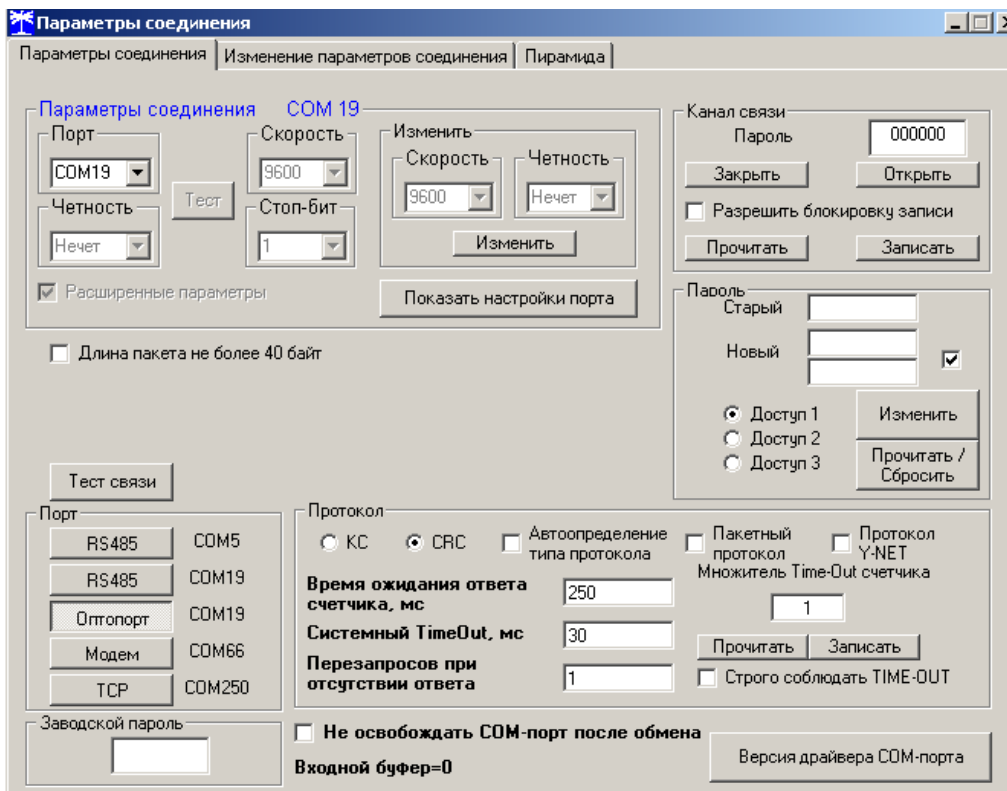

Рисунок 2 – Форма «Параметры соединения»
4.1 Для изменения коммуникационных параметров интерфейса RS-485 счетчика через интерфейс RS-485 нужно ввести значение скорости в окно «Скорость», значение бита паритета в окно «Четность» группы элементов «Параметры соединения» «Изменить» и нажать кнопку «Изменить» (рисунок 2). В случае успешной операции изменения скорости обмена, ее значение автоматически записывается в окна настройки скорости компьютера.